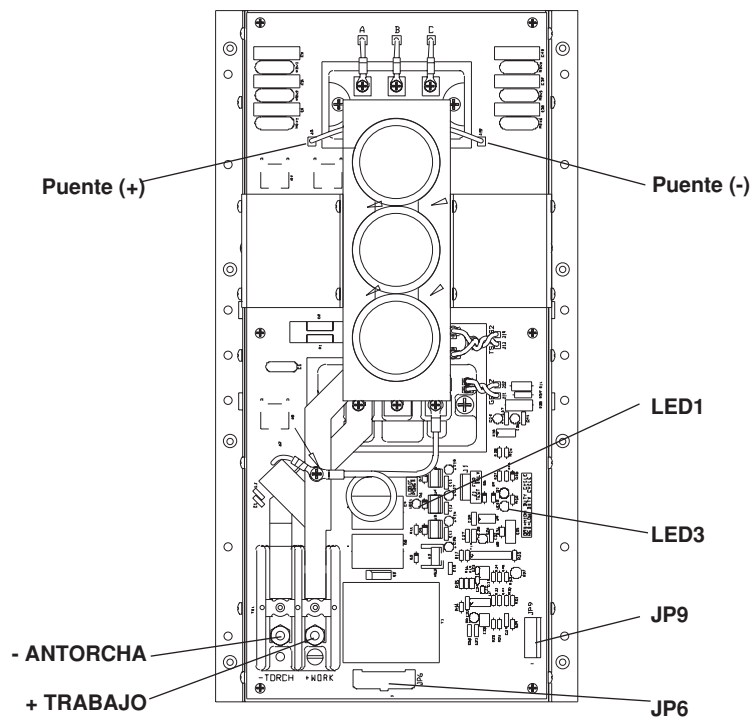

Figura 8-3 Módulo de chopper – vista frontal
3. Ponga el cable positivo al lado + del puente y el cable negativo al lado – del puente. Vea la Figura 8-3. Note que los puntos de conexión actuales están escondidos por el sostén de soporte de “cap” en la Figura 8-3.